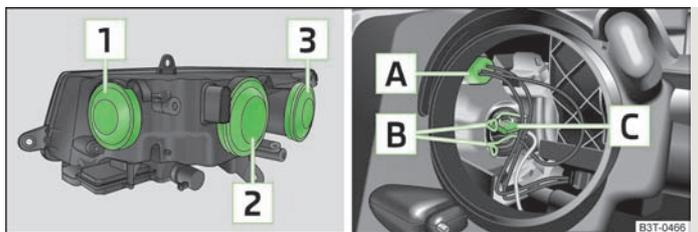

Fig. 189 Faro anteriore: Assegnazione delle lampadine / Smontaggio di lampadine per luci di posizione e abbaglianti
Riepilogo della posizione delle luci » fig. 189.
- » Estrarre la copertura in gomma **1** » fig. 189.
- » Estrarre il supporto **A** » fig. 189.